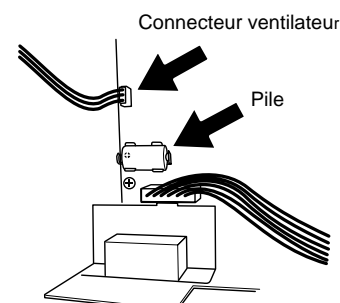

Figure 10.1e Connecteur pile & ventilateur
1. Déconnectez le connecteur du ventilateur qui se trouve à l'emplacement montré par la figure 10.1e.